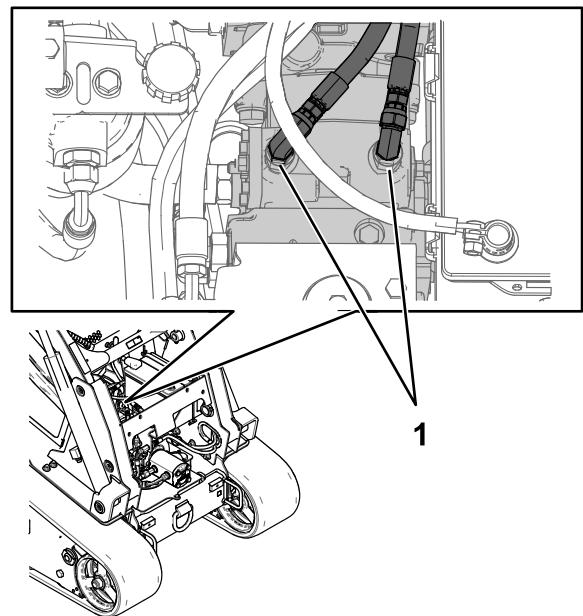

Bild 13
11. An der Vorderseite der Maschine die beiden Schläuche an der Tandempumpe entfernen und an den gegenüberliegenden Anschlüssen anbringen (**Bild 13**). Ziehen Sie die Anschlusssstücke auf ein Drehmoment von 24-30 N·m an.